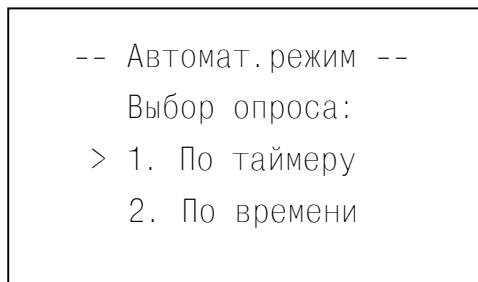

Рисунок 2.6 – Меню выбора опроса
2.3.1.5 В автоматическом режиме на индикаторе отображается меню установки опроса каналов распределителя (рисунок 2.6). Выберите опрос по таймеру или по времени. Выбор одного из этих режимов осуществляется с помощью кнопок «ВНИЗ»-«ВВЕРХ».